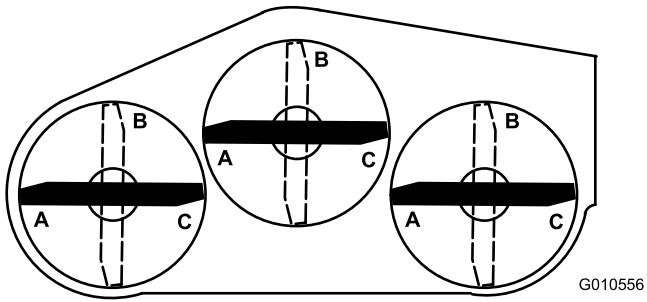
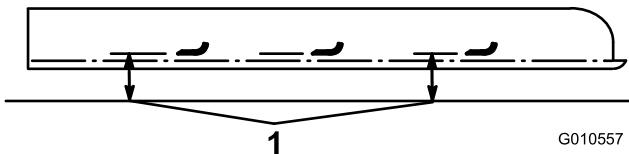

Figura 27
Figura 28
6. Posizionate le 3 lame in posizione A (Figura 27), misurate dalla superficie piana alla parte inferiore
dell'estremità della punta di ogni lama (Figura 28) e annotate la misura rilevata.
7. Ruotate le lame in posizione B (Figura 27), misurate la distanza delle lame dalla superficie piana e annotate le dimensioni (Figura 28).
8. Ruotate le lame in posizione C, misurate e annotate la distanza rilevata (Figura 27 e Figura 28).